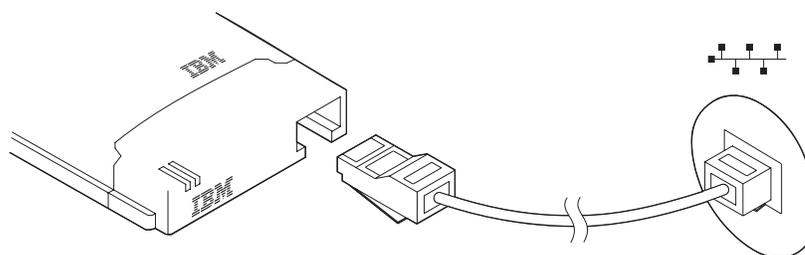

Figura 2. Conexão do cabo de rede ao adaptador
3. Conecte o cabo de rede conforme mostrado na Figura 2.